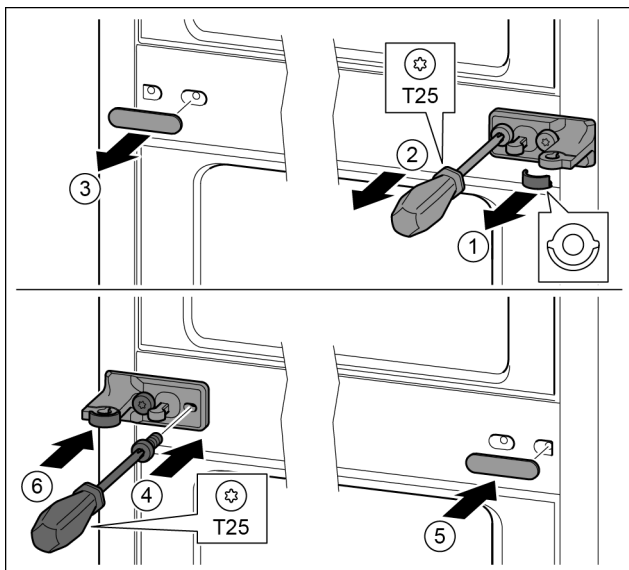

Fig. 27
- ▶ Снять шайбу. Fig. 27 (1)
- ▶ Выкрутить винты отверткой T25. Fig. 27 (2)
- ▶ Осторожно снять крышку. Fig. 27 (3)
- ▶ Плотно прикрутить опорный кронштейн с подкладкой с поворотом на 180° с другой стороны. Fig. 27 (4)
- ▶ Установить крышку с поворотом на 180° с другой стороны. Fig. 27 (5)
- ▶ Спереди надвинуть шайбу. Fig. 27 (6)